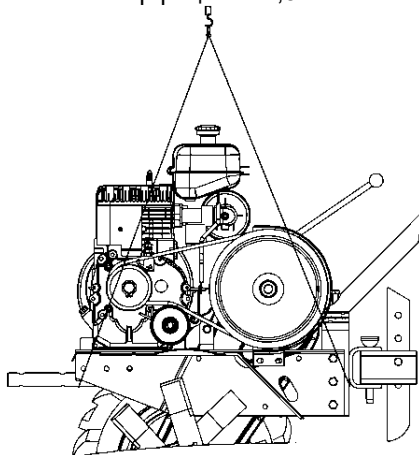

Рис.7. Схема зачаливания мотоблока при погрузке.
30. Стropовку мотоблока при погрузо-разгрузочных работах производите согласно схеме (рис.7), прилагаемой к данному Руководству. Грузоподъемность строп выбирается с учетом номинального веса мотоблока умноженного на коэффициент 1,5.